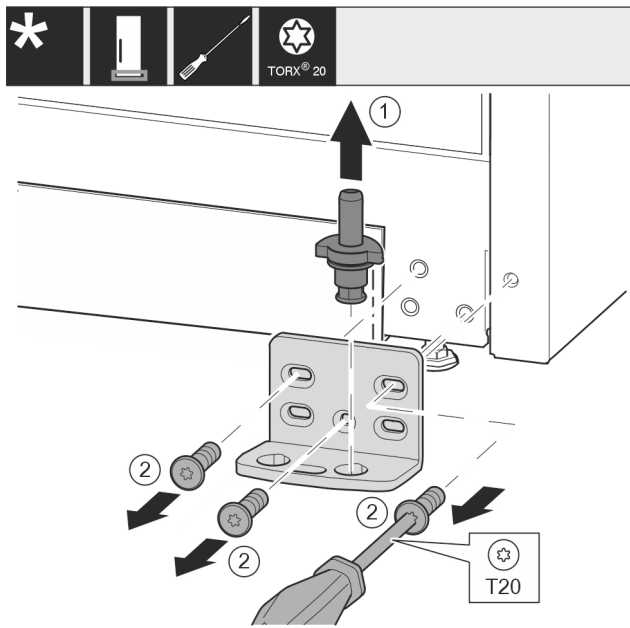

Fig. 29
- Nxirrni jashtë komplet bulonin e rrotullimit Fig. 29 (1) nga lart.
- Lironi vidat Fig. 29 (2) me një kaçavidë dhe hiqni bazamentin mbështetës.